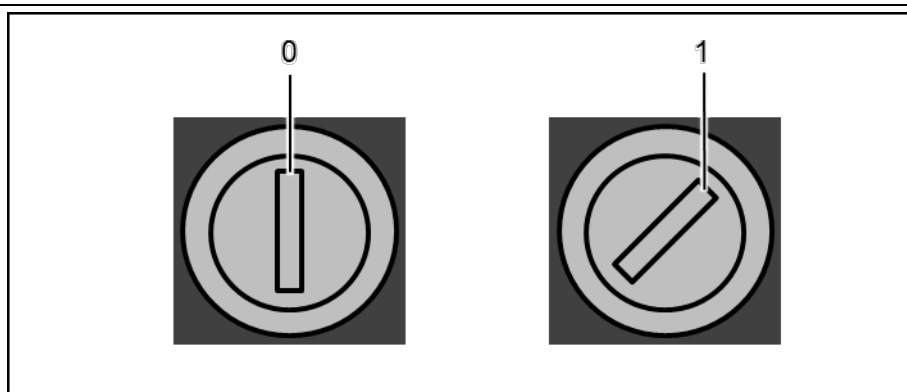

Рис. 15: замок-выключатель на распределительном шкафу
8. Включите установку. Для этого поверните замок-выключатель в положение 1 (Рис. 15).
14. Выключите установку. Для этого поверните замок-выключатель в положение 0 (см. Рис. 15). Извлеките ключ.